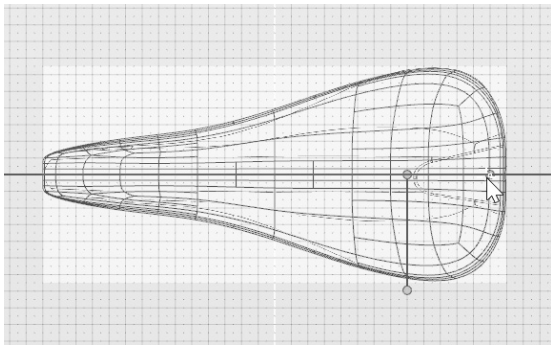

图 7-74 镜像获得自行车座的另外一侧
1) 激活顶视图，并激活“镜像”工具，借助“栅格捕捉”工具，将自行车座的另一半镜像出来，如图 7-74 所示。